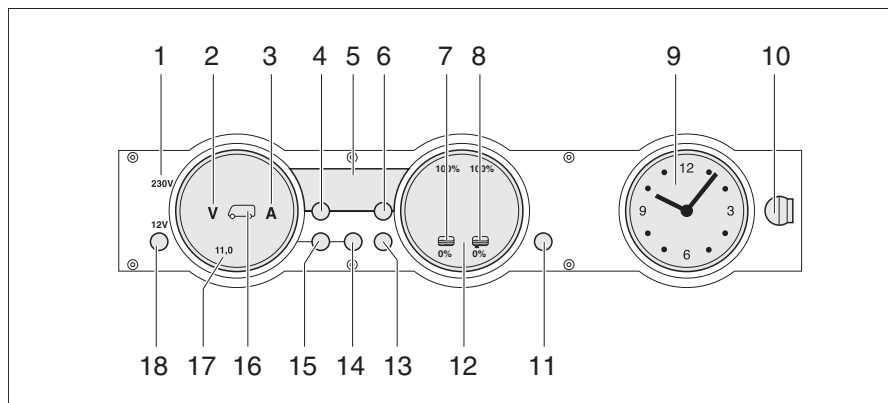

Fig. 249 Panel MP 20-T
La luz de control de 230 V (Fig. 249,1) se enciende cuando hay tensión de red en la entrada del bloque eléctrico.
El interruptor principal de 12 V (Fig. 249,18) conecta y desconecta el panel y la alimentación de 12 V del habitáculo.
- Pulsar la tecla "12 V" (Fig. 249,18) brevemente. La alimentación de 12 V del habitáculo está conectada. La visualización de control "12 V" está encendida.
- ▷ En caso de que después de la conexión parpadeen tanto el LED "11,0" de la visualización de voltios así como el símbolo Voltios "V" (Fig. 249,2) en el instrumento indicador Baterías (Fig. 249,17), será demasiado baja la tensión de la batería del habitáculo. Cargar la batería.
- ▷ En caso de que después de la conexión parpadeen tres veces la visualización de control "12 V", el símbolo Batería del habitáculo (Fig. 249,16) y el símbolo Voltios "V" (Fig. 249,2), estará activada la separación de batería. Desactivar la separación de batería.
- Pulsar la tecla "12 V" (Fig. 249,18) brevemente. La alimentación de 12 V del habitáculo está desconectada. La visualización de control "12 V" se apaga.
- Pulsar la tecla Batería del habitáculo (Fig. 249,14) y mantenerla pulsada aprox. 10 segundos. Los símbolos Voltios "V" (Fig. 249,2) y Amperios "A" (Fig. 249,3) parpadean tres veces. La batería del habitáculo está separada de la red de a bordo de 12 V.
- Pulsar la tecla "12 V" (Fig. 249,18) y mantenerla pulsada aprox. 5 segundos. El símbolo Voltios "V" (Fig. 249,2) parpadeará tres veces. La batería del habitáculo está conectada a la red de a bordo de 12 V. La visualización de control estará encendida durante aprox. 2 segundos.
- Pulsar la tecla Batería del habitáculo "🔋" (Fig. 249,14). El símbolo Voltios "V" (Fig. 249,2) estará encendido. Según la carga o la descarga, el símbolo Amperios "A" estará iluminado de color blanco o rojo. La tensión de la batería y la corriente de la batería del habitáculo se visualizan a través de LEDs en el instrumento indicador.
- Pulsar la tecla Batería del motor de arranque "🔋" (Fig. 249,15). El símbolo Voltios "V" (Fig. 249,2) estará encendido. La tensión de la batería del motor de arranque es visualizada a través de LEDs en el instrumento indicador.
- Pulsar la tecla Depósitos  (Fig. 249,13). Los símbolos Depósito de agua  (Fig. 249,7) y Depósito de aguas residuales  (Fig. 249,8) estarán encendidos. Los niveles de llenado del depósito de agua (escala izquierda) y del depósito de aguas residuales (escala derecha) serán visualizados a través de LEDs en el instrumento indicador.
El símbolo Voltios "V" (Fig. 249,2) y el LED "11,0" parpadearán tan pronto la tensión de la batería caiga abajo de 11 V (medición durante el funcionamiento) y exista el riesgo de una descarga completa.
El símbolo Depósito de agua  (Fig. 249,7) o el símbolo Depósito de aguas residuales  (Fig. 249,8) parpadeará si el depósito de agua está vacío o el depósito de aguas residuales está lleno.